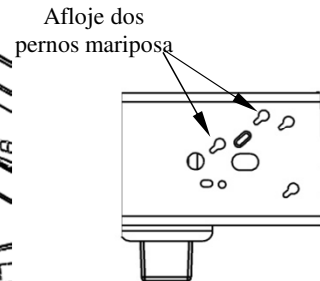

Figura 2b
2. **En vehículos Pickup con controlador de freno de remolque OE:** Reubique el enchufe eléctrico que se encuentra en el interior del larguero del bastidor del costado del conductor por encima de la rueda posterior (ver Figura 2a). El enchufe se puede retirar del bastidor al aflojar los dos pernos en el exterior del bastidor y empujando las cabezas del perno a través de las ranuras del orificio de la llave como se muestra en la Figura 2b. Una el enchufe al soporte en ángulo que se suministra con el kit de montaje. El soporte se instalará en el interior del bastidor con un perno de 5/8" en un paso de instalación posterior.